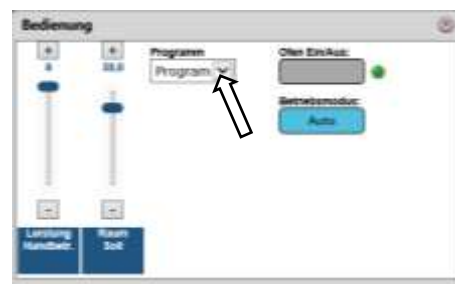

Abb. 9: Programm auswählen
1. Im Untermenü **Bedienung** (Abb. 9) das Menü Programm anklicken.